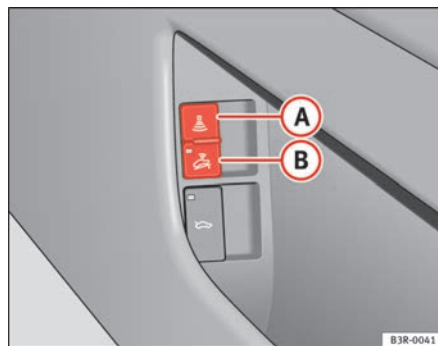

Fig. 79 Tasto del controllo dell'abitacolo
- Aprire lo sportello e tirare l'interruttore **A** con il simbolo  a lato del vano portaoggetti nella porta del conducente ⇒ **fig. 79**.
- Aprire lo sportello e tirare l'interruttore **B** con il simbolo  a lato del vano portaoggetti nella porta del conducente ⇒ **fig. 79**.